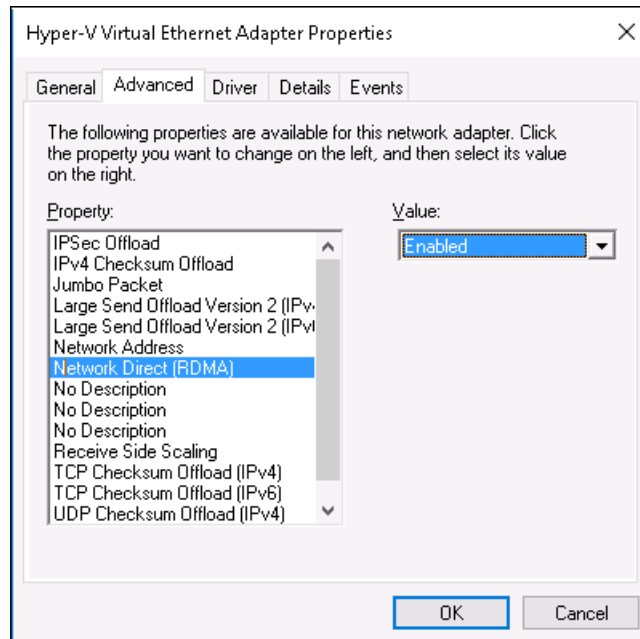

Figure 9-2. Propriétés de la carte Ethernet virtuelle Hyper-V
3. Sur la page Avancé (Figure 9-2) :